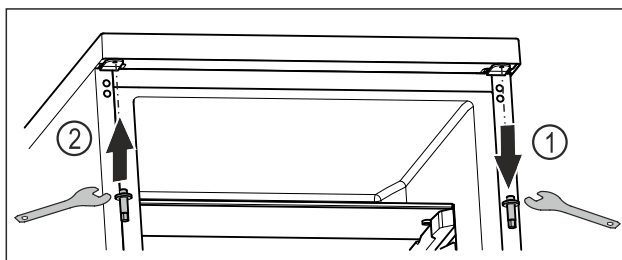

Fig. 22
- ▶ Draai de bovenste bout los met een inbussleutel. Fig. 22 (1)
- ▶ Draai de bout aan de andere kant vast met een inbussleutel. Fig. 22 (2)